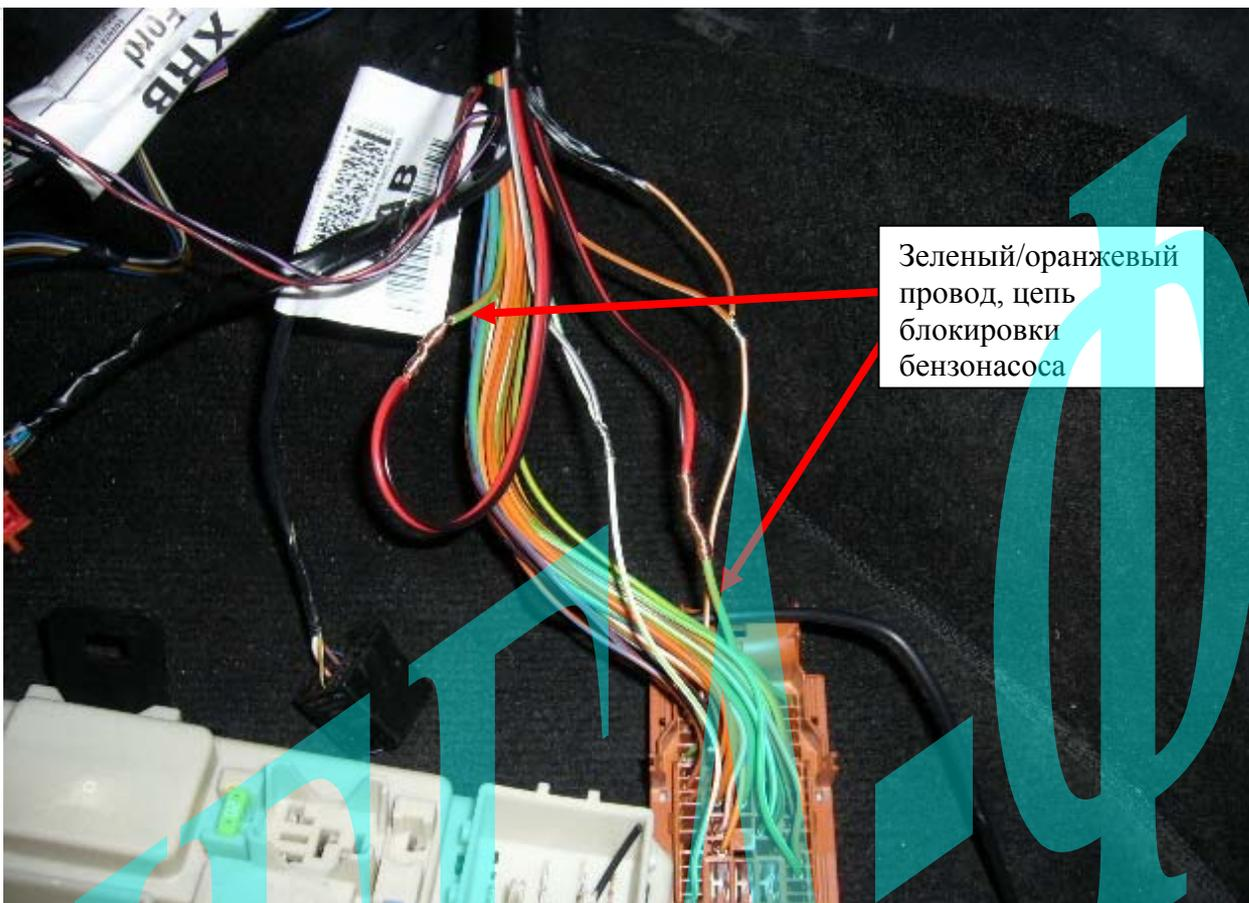

Рис. 4: Подключение цепи блокировки электробензонасоса.
В качестве блокировки можно использовать блокировку цепи электробензонасоса (зеленый/оранжевый провод в жгute коричневого 46-контактного разъема монтажного блока) (См. рис. 4). Для этого применяем внешнее нормально-замкнутое НЗ реле блокировки идущее в комплекте системы Scher-Khan Magicar 6 (B). Данное НЗ реле контактами 30 и 87а устанавливаем в разрыв цепи бензонасоса. Управляющим минусом реле является синий/белый провод разъема CN3 системы Scher-Khan Magicar 6 (B), этот провод подключаем к контакту 86 реле. Контакт 85 реле подключаем к проводу «+ зажигание». См. схему 3.